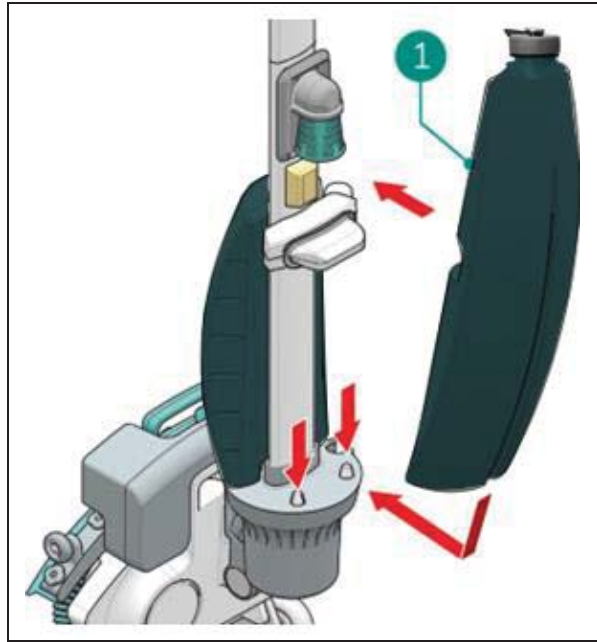

Figure 12
1. Mettez le réservoir (Figure 12, pos 1) sur l'i-mop® Lite avec le dessous en premier.